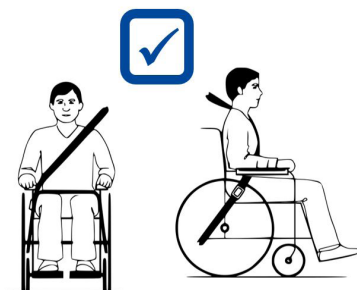

Figure 4
- Assurez-vous que les retenues de la ceinture épaulière reposent bien sur les épaules de l'utilisateur, voir la figure 4.